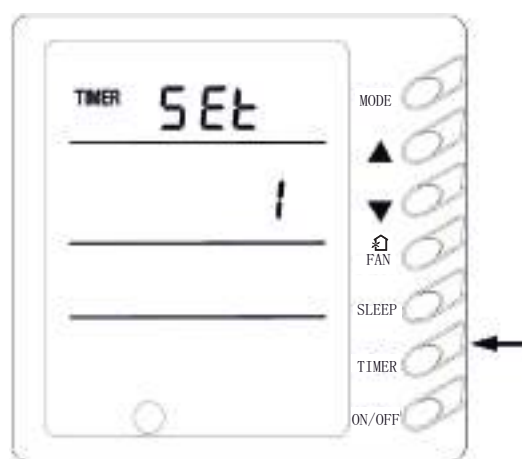
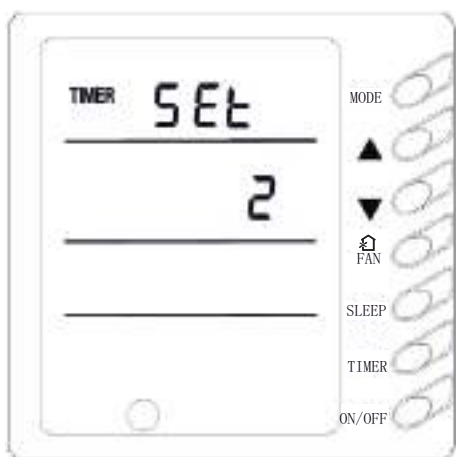
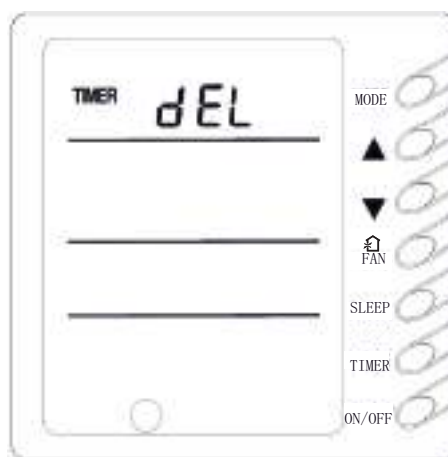

Рис.3.7
Рис.3.8
Рис.3.9
(См. Рис.3.7/3.8/3.9)
Перейти в меню настроек Таймера можно путем нажатия кнопки TIMER, как во включенном (ON), так и в выключенном статусе (OFF) блоке. Нажатием кнопок ▲ и ▼ отрегулируйте время (См. Рис.3.7), установите необходимое значение времени (См.Рис.3.8) или удалите параметры времени (См.Рис.3.9). Повторным нажатием кнопки TIMER сохраните установленные параметры времени.